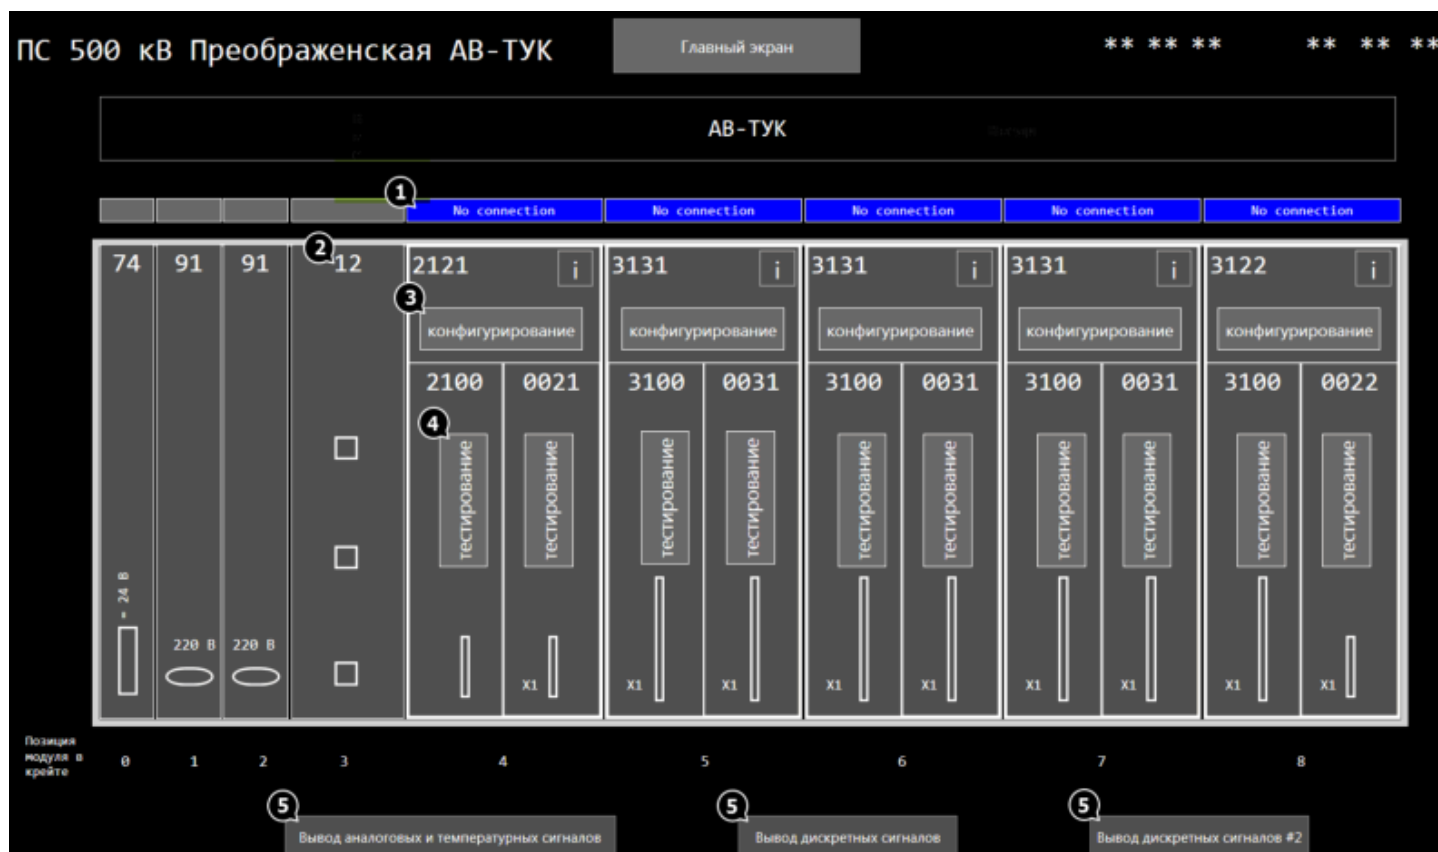

Рис. 2.15. Главный экран конфигурационного проекта АВ-ТУК (пример):
По окончании процесса загрузки открывается главный экран проекта, показанный на рис. 2.15. Установление интерфейсного обмена модулей ввода/вывода и функциональных модулей с модулем процессора АВ-ТУК-12, 13 или 14 должно отобразиться сообщением «Good» в поле состояния связи (1) для каждого модуля.
Возникнет начальное окно конфигурирования (аналогичное изображенному на рис. 2.15), содержащее параметры настройки протокола передачи данных МЭК 60870-5-104, параметры модуля (типы установленных базовой и дополнительной плат модуля и способ синхронизации времени). Неквалифицированное изменение этих параметров может привести к нарушению функционирования модуля или контроллера в целом.